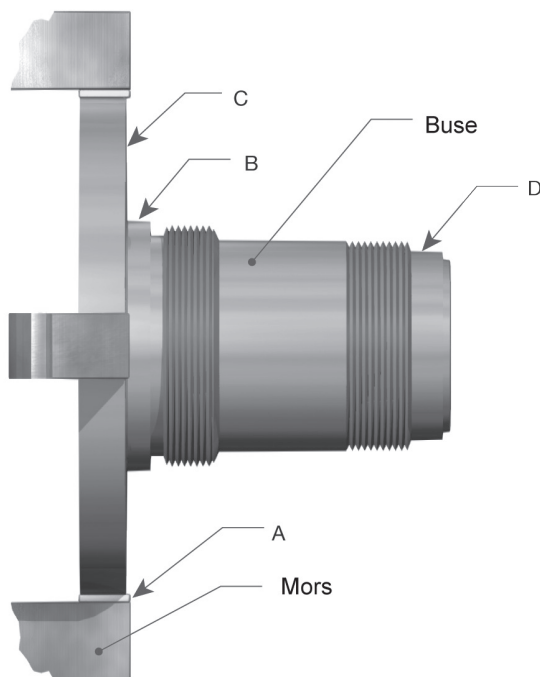

Figure 39 : Buse positionnée sur un mors
- a. Fixez la buse sur un mandrin à quatre mors (ou une pince de serrage, le cas échéant), en plaçant un matériau souple tel que du cuivre ou de la fibre entre les mandrins et la buse (Figure 39).
- b. Ajustez la buse de manière à ce que les surfaces marquées B et C soient conformes aux valeurs de l'indicateur à 0,001" (0,03 mm) près (Figure 39).